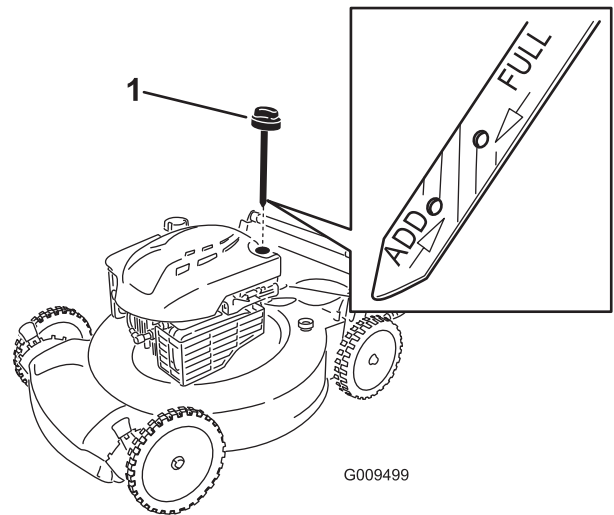

Figura 34
3. Retire la varilla (Figura 34).
10. Observe el nivel de aceite en la varilla (Figura 34).